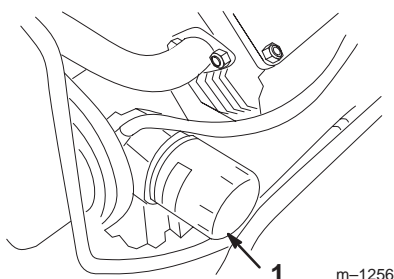

Figure 33
3. Déposez le filtre à huile usagé (Fig. 33) et essuyez la surface du joint de l'adaptateur.